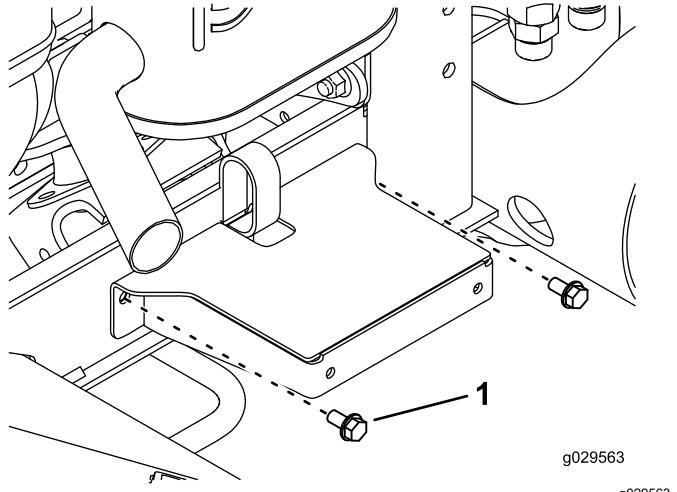

Figure 21
12. Fixez le support d'aile au profilé du cadre en insérant 2 vis autotaraudeuses (5/16" x 5/8") dans les trous que vous venez de percer (Figure 21).